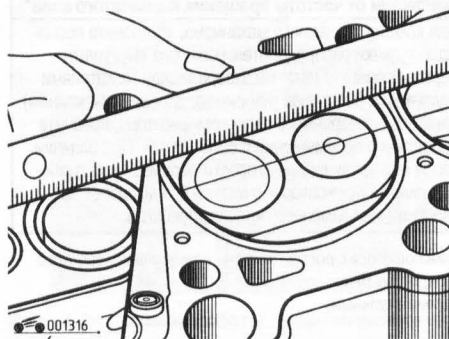

Рис. 4.25. Проверка плоскостности привалочной поверхности головки блока цилиндров
14. Проверьте с помощью металлической линейки, установленной на ребро, и щупа плоскостность поверхности прилегания головки к блоку в продольном и поперечном направлениях, а также по диагоналям (рис. 4.25). Если зазор между ребром линейки и поверхностью головки превышает 0,1 мм, замените головку.